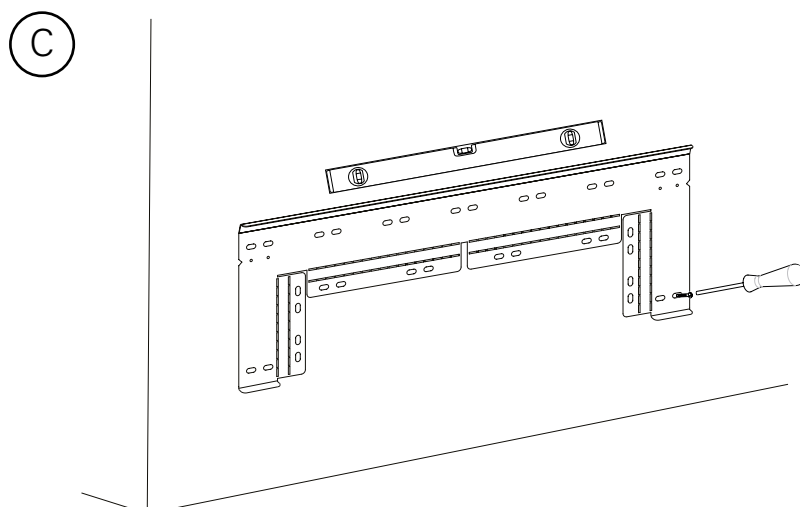

Fig. 3: Mounting wall bracket
1. Monteer de muurbeugel stevig aan de muur met behulp van schroeven in de ovale gaten (minimaal 2x). Het is belangrijk dat de muurbeugel volledig horizontaal wordt geplaatst. De perforaties in de muurbeugel kunnen worden gebruikt om uit te meten waar de beugel geplaatst moet worden om 10 cm boven het vloeroppervlak uit te komen. Fig. 3.